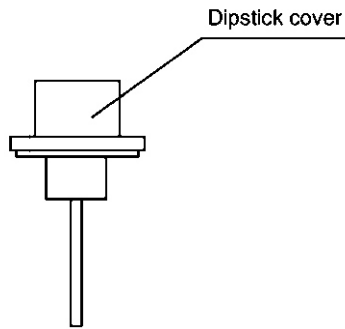

Bild 6
9.3. Öffnen Sie den Öltankdeckel und ziehen Sie den Messstab raus. Siehe Bild 6.